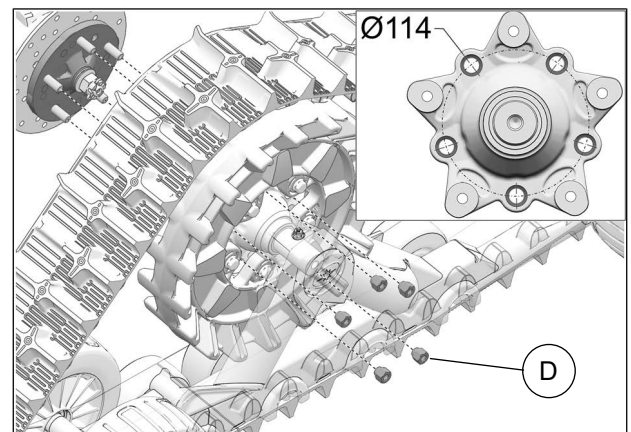

Fig. 8
8. Fixer le système de traction au moyeu de roue arrière. Utiliser le cercle de perçage de Ø114 mm et les écrous de roue (D) fournis. Voir la Fig. 8